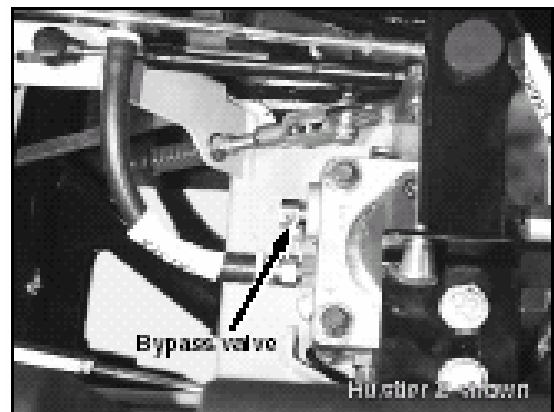

Figure 5-9
3. Ouvrez la soupape de dérivation de la pompe hydraulique (Fig. 5-9 & 5-10) du côté où est effectué le réglage en tournant la soupape de dérivation d'un tour dans le sens inverse des aiguilles d'une montre. Les valves de chaque pompe hydraulique sont situées près du haut et sont identifiées par un écrou hexagonal.